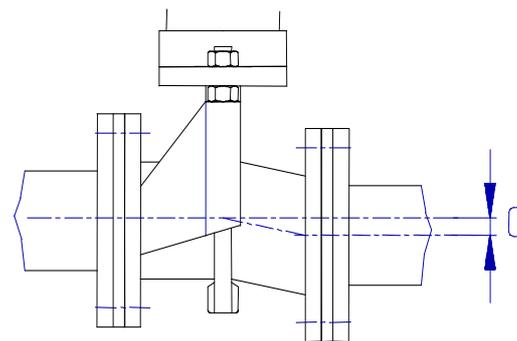

Abb. 6.
Abweichung an der Mittellinie der Rohrleitung (C), (Abb. 6):